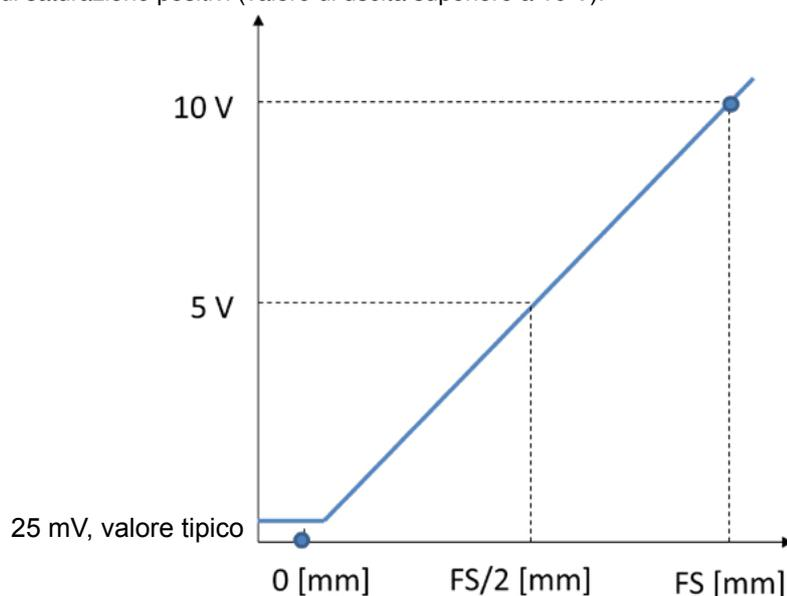
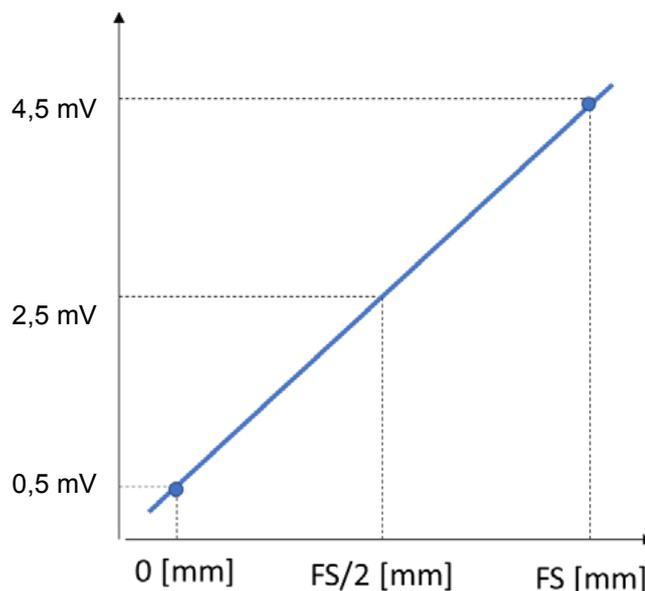

Figura 10. Uscita in tensione 0...10 V
Figura 12. Uscita in tensione 0,5...4,5 V
Nel campo di ingresso delimitato dalla posizione ZERO (0 mm) e dal fondo scala (FS), il segnale di uscita è compreso tra 0 e 10 V. Come mostrato nella Figura 10 e nella Figura 12, al di sotto della posizione ZERO (0 mm) il sensore fornisce valori di saturazione negativi (il valore di saturazione negativo non è 0 V ma, tipicamente, 25 mV). Analogamente, al di sopra del FS il sensore fornisce valori di saturazione positivi (valore di uscita superiore a 10 V).
Come mostrato nella Figura 12, al di sotto della posizione ZERO (0 mm) il sensore fornisce valori di saturazione negativi (valore di uscita inferiore a 0,5 V). Analogamente, al di sopra del FS il sensore fornisce valori di saturazione positivi (valore di uscita superiore a 4,5 V).